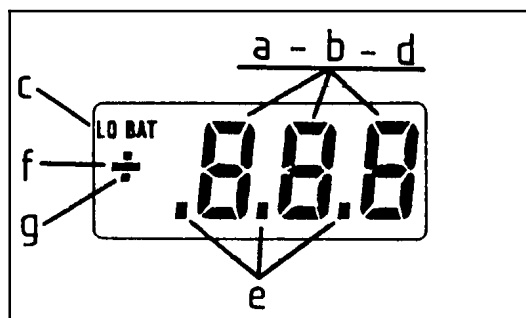

Fig. 7-2
Det digitale displayet (fig.7-2) har følgende oppgaver:
- e) Hvis **NØDSTOPP***, (10), er trykket, lyser tre punkter. Når **NØDSTOPP*** settes i fri slukkes punktene.
- g) To punkter tenner når stopp-verdi for pakkesekvens er satt til null med kontroll 3, **NULLSTILL**. (Fig.7-2)